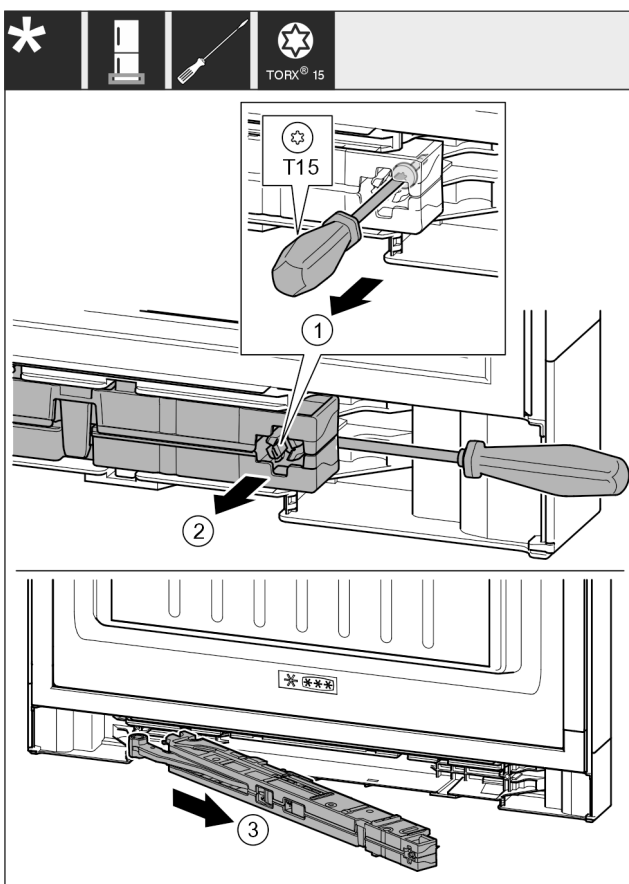

Fig. 17
- ▶ Oldja ki a csavart Fig. 17 (1) a záráscsillapító egységen 14 mm méretű csavarhúzóval.
- ▶ Emelje ki a záráscsillapító egységet Fig. 17 (2) a fogantyú felőli oldalon csavarhúzó segítségével felfelé.
- ▶ Húzza ki a záráscsillapító egységet Fig. 17 (3).